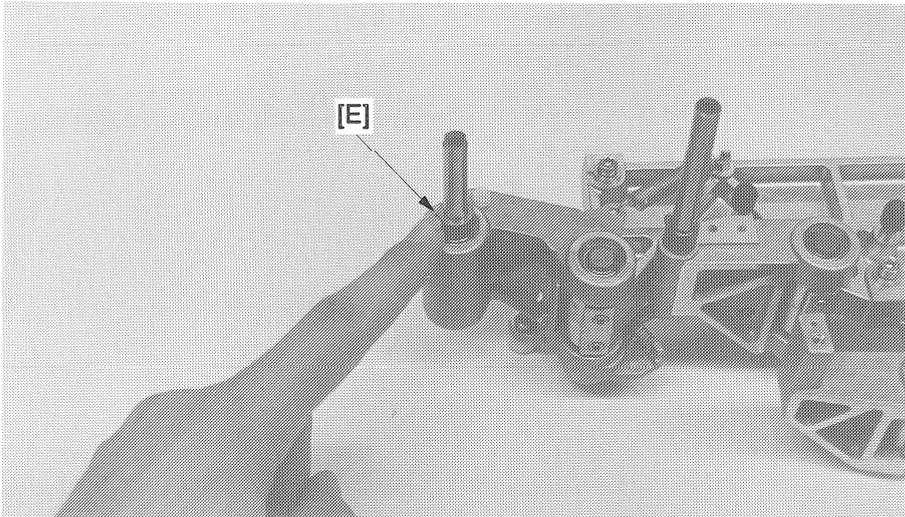

Fig. 48
5. 2 Distanzscheiben mit den Stärken 0,1 mm und 0,15 mm auf die Wellenschulter [E] legen. (Fig. 48)